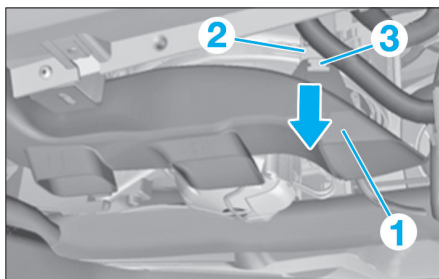

Fig. 44
- Extraire dans le sens de la flèche le canal de chauffage droit (1) de l'espace pour les jambes, de la bride de fixation (3) et le décaler sur le côté (Fig.44).